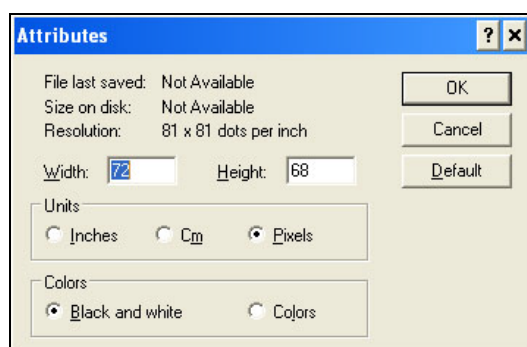

Figura 5-59: Attributi immagine
- c. Impostare il formato colore dell'immagine su Bianco e nero (vedere la Figura 5-59 a pagina 5-67)